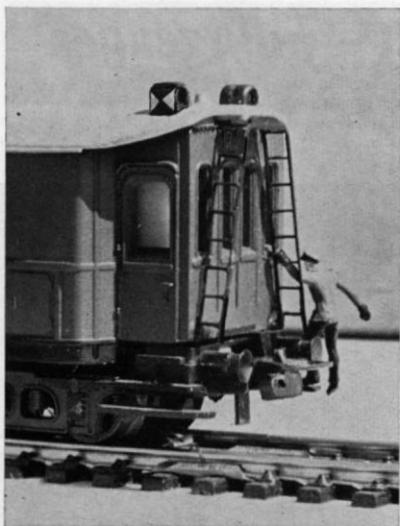

Abb. 2. Liliput-Packwagen, ausgerüstet mit Märklin-Schlüßlaternen.
3. Änderung: Zugschlußlaternen (Abb. 2)